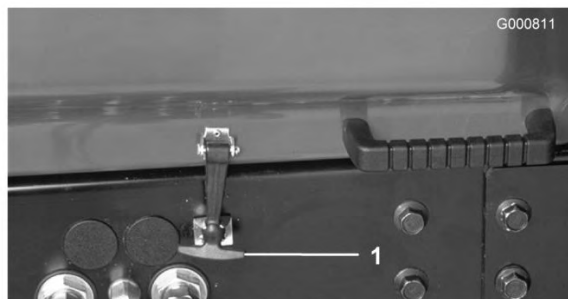

Figure 30
1. Garez la machine sur une surface plane et horizontale. Déverrouillez et soulevez le capot (Figure 30).